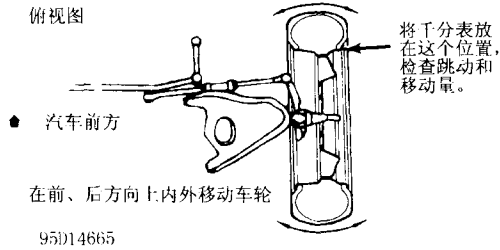

图 1-3 检查转向连接件
- 转向连接件与悬架不能有过大间隙(图 1-3)。检查横拉杆端头和球节的磨损情况。弹簧不能挠曲,控制臂与支柱衬套不能有过大间隙。